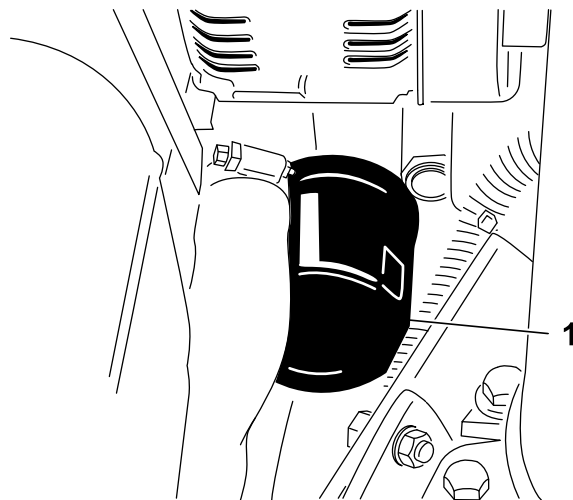

Figure 42
3. Déposez le filtre à huile (Figure 42).